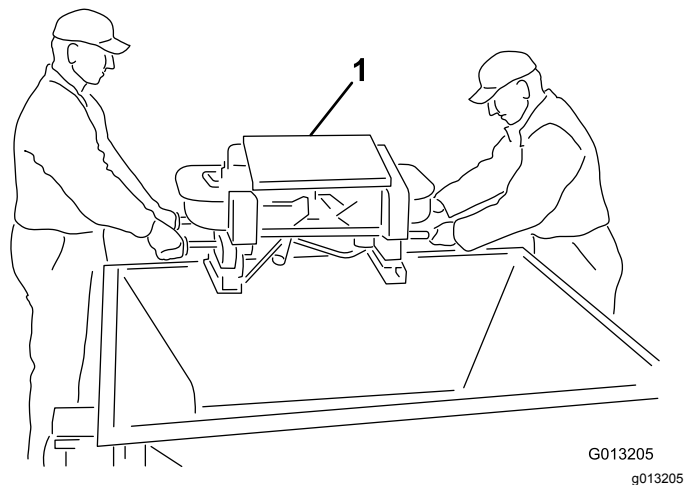

Рисунок 5
4. Извлеките двухдисковый разбрасыватель из загрузочного бункера с помощью внешних поручней разбрасывателя и положите блок двухдискового разбрасывателя на землю (Рисунок 5).